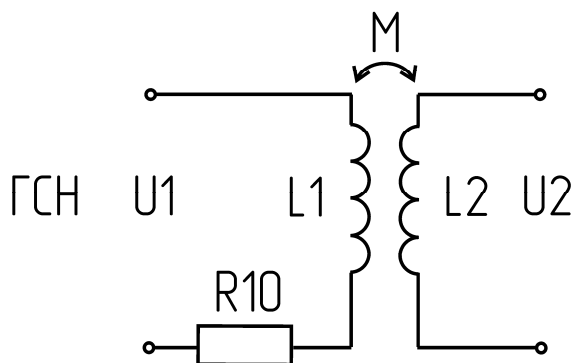

Рис.28
7. Для исследования трансформатора собрать цепь по схеме рис. 28.
9. В цепи рис.28 поменять местами катушки индуктивности L_1 и L_2 . Установив входное напряжение $U_2=10$ В, измерить U_{10} и U_1 . Результаты записать в отчет.